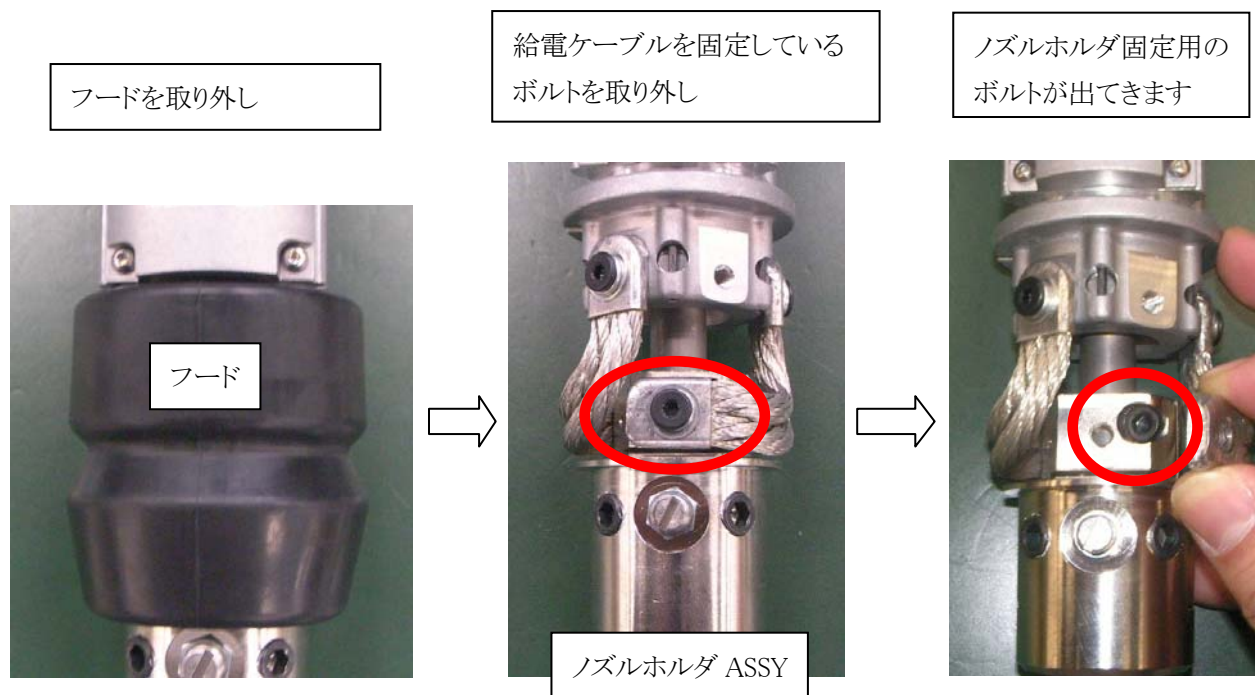

図 2.9 トーチの左右調整方法
1. トーチ先端が上下方向にずれている場合、絶縁ブラケットをLブラケットに固定している2本の六角穴付きボルト①(M8×20)を緩め、ずれている方向(上または下方向)に動かして調整してください。その後しっかりと締め付けてください。
2. トーチ先端が前後方向にずれている場合、マウントをLブラケットに固定している2本の六角穴付きボルト②(M8×25)を緩め、ずれている方向(前または後方向)に動かして調整してください。その後しっかりと締め付けてください。
3. トーチ先端が左右方向にずれている場合は図 2.9 トーチの左右調整方法を参照し、次の手順に従い調整してください。
1. トーチ先端が上下方向にずれている場合、絶縁ブラケットをLブラケットに固定している2本の六角穴付きボルト①(M8×20)を緩め、ずれている方向(上または下方)に動かして調整してください。その後しっかりと締め付けてください。